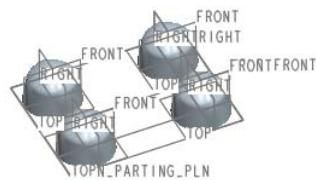

图22.3 阵列参考模型
Step4. 在“阵列”操控板中单击`确定`按钮，结果如图22.3所示。